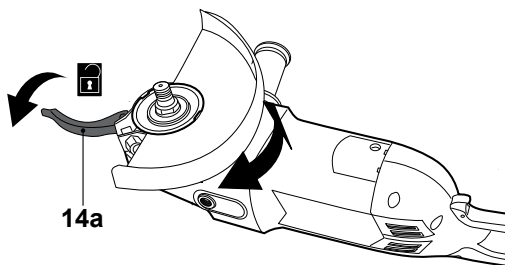

Fig. 10
- > Gire la protección a la posición requerida (Fig. 10).